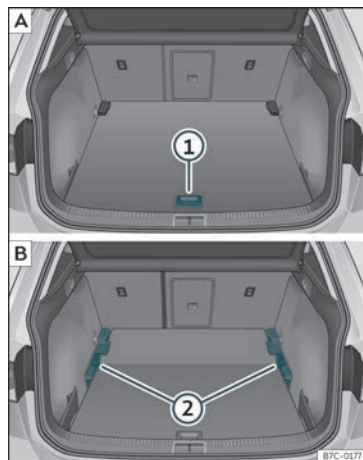

Fig. 109 Terra variable del maleter: **A** posició alta; **B** posició baixa.
- Per passar de la posició baixa a l'alta, aixequu la base per l'agafador >>> **fig. 109 ①**, estireu-lo cap enrere fins que la part davantera de la base sobrepassi totalment els suports ②.
- Feu desplaçar el terra cap endavant sobre els suports fins que topi amb el respall dels seients posteriors i, a continuació, abaixeu la base amb l'agafador ①.
- Per passar de la posició alta a la baixa, aixequu la base per l'agafador >>> **fig. 109 ①**, estireu-lo cap enrere fins que la part davantera de la base sobrepassi totalment els suports ②.
- Amb el terra variable en posició alta, aixequu-lo per l'agafador »» fig. 109 ①, estireu-lo i empenyeu-lo cap al respall dels seients posteriors fins que es plegui per la línia de frontissa i la part mòbil del terra hi descansi a sobre.
- Per passar de la posició alta a la baixa, aixequu el terra variable per l'agafador »» fig. 109 ① i estireu-lo cap enrere una mica.
- Empenyeu el terra variable cap als seients posteriors abatuts amb l'agafador ① fent una mica de pressió cap avall perquè la part mòbil de la base s'anivelli amb els respallers dels seients posteriors.